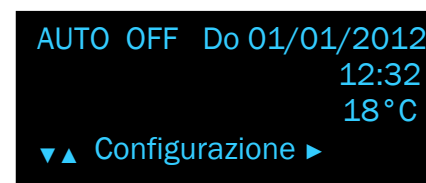

FIG. 4-37
- scorrere il menù con il tasto  fino a trovare la sezione “Configurazione” (fig. 4-37);